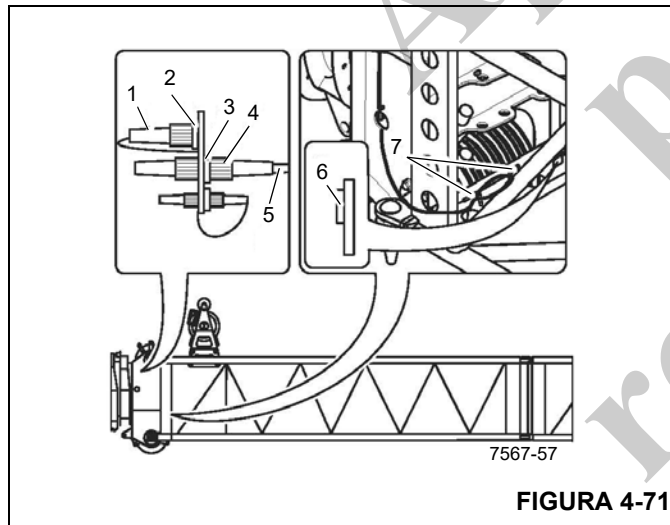

FIGURA 4-71
1. Remova o plugue de interconexão (1) (Figura 4-71) do terminal (3) e conecte ao soquete falso (2).
2. Desenrole o cabo (5) do suporte (7).
3. Remova o plugue (4) do soquete falso (6) e conecte-o ao terminal (3).
4. Enrole o cabo (5) com uma distância suficiente no suporte (7), de modo que ele não seja danificado durante a operação.